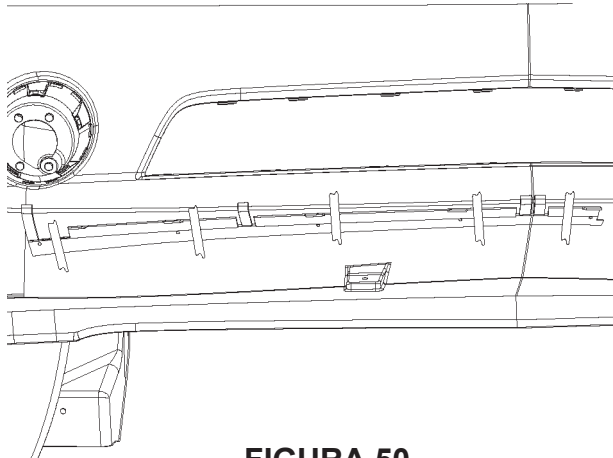

FIGURA 50
7. Utilice las características de ubicación para colocar la abrazadera derecha sobre el salpicadero del vehículo y pegarla en su lugar. Consulte la figura 50.